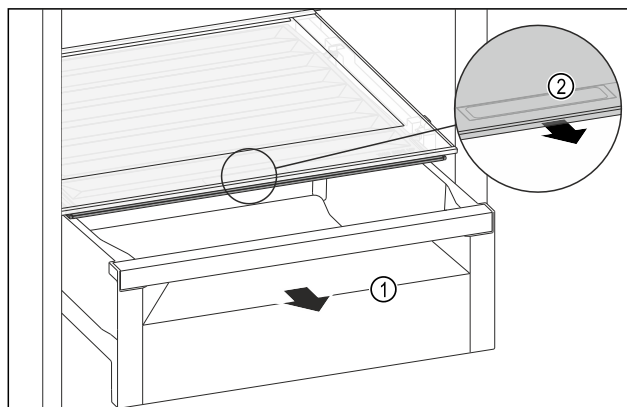

Fig. 171
- ▶ 拉出抽屉 Fig. 171 (1)。
- ▶ 抓住抽屉盖上的内嵌式拉手 Fig. 171 (2)，并同时向前拉出抽屉盖。